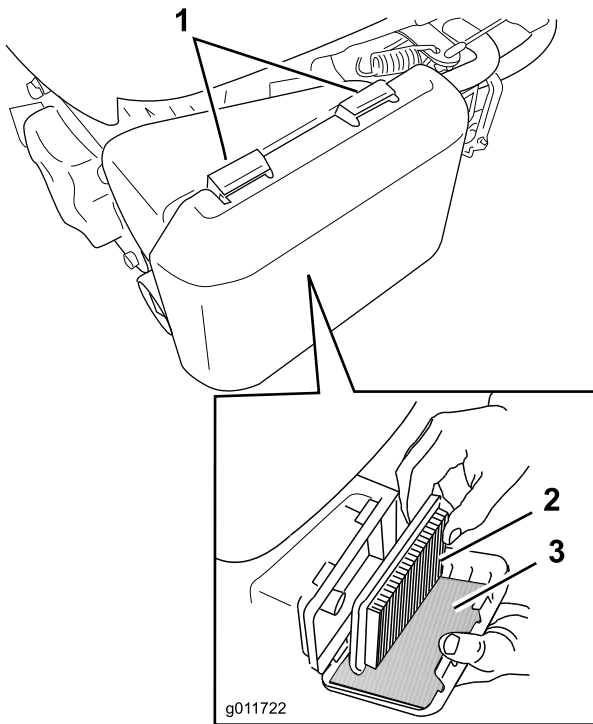

Bild 19
1. Drücken Sie die Verriegelungsnasen oben an der Luftfilterabdeckung nach unten (Bild 19).
3. Entfernen Sie den Papierfilter und den Schaumvorfilter (Bild 19).